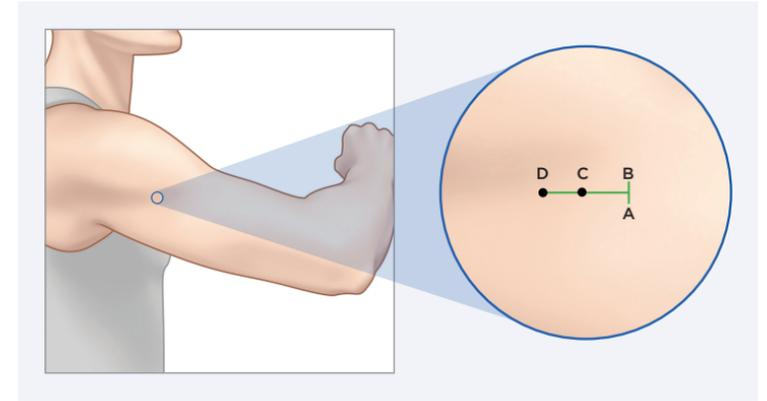

Bild 1
Lokalbedövning (ungefär 2 ml lidokain) bör injiceras ungefär 5-8 mm längs planerat (längs AB) och ungefär 30 mm vinkelrätt mot planerat (längs CD) som är den tänkta linjen med den trubbiga troakaren. (Bild 1).
Början insättningen vid punkt B (bild 1) och gå mot punkt A, tills att insättningen är ungefär 5-8 mm.
2. Ta den trubbiga troakaren från brickan och använd en vinkel på ungefär 45 grader vid ingången i huden på medianen mellan A och B (bild 1 och 2) så att spetsen och den avfasade delen på troakaren är under huden.